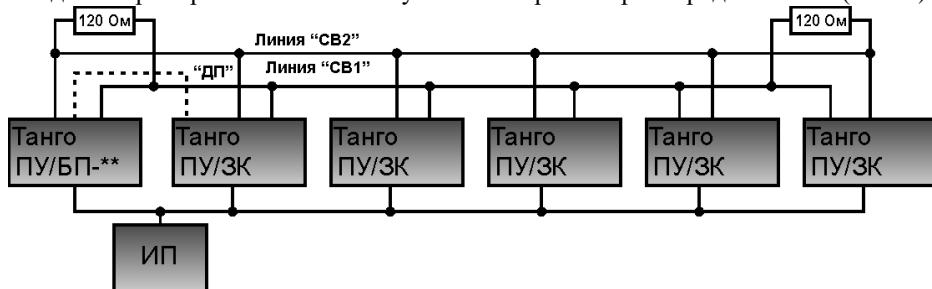

Рисунок 5
6. Согласующие резисторы на клеммах приборов и в том числе на клеммах последнего прибора в линии **не требуется**, при необходимости, в случае длинных линий или в условиях больших помех (производственные здания), на клеммах последнего прибора в линии можно установить резисторы порядка 120Ом.(Рис. 5)